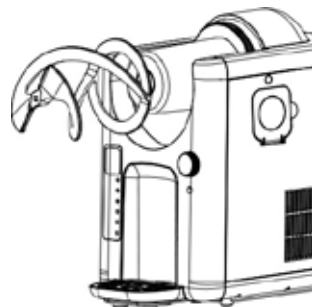

Abb. 9
17. Entfernen Sie den Mischer (Abb. 9) und wischen Sie dann Flüssigkeitsreste vom Grundgehäuse ab. Wischen Sie den Kühlzylinder und die